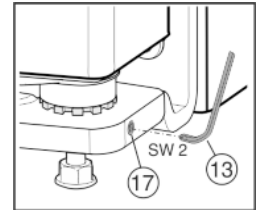

Fig. 17
- ▶ Lekko wykręcić wkręt bez łba Fig. 17 (17) (maks. jeden obrót!).
- ▶ Dokręcić wkręt bez łba Fig. 17 (17), aby ustalić trzpień zawiasu.